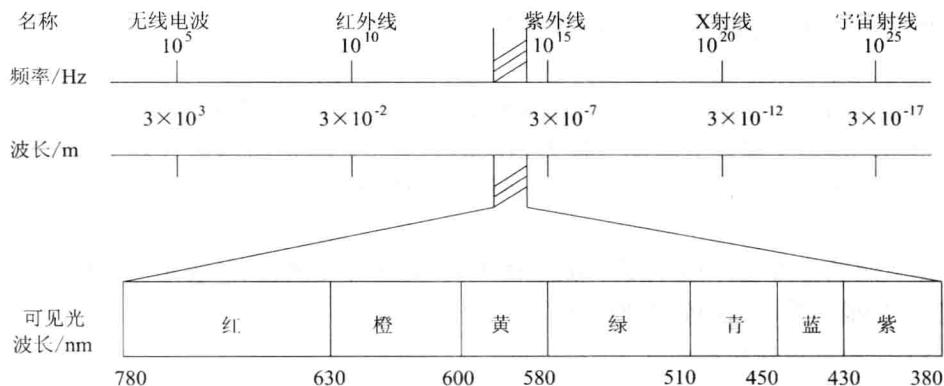

图 1-1 可见光的频谱结构
(1) 可见光:人眼可以看见的光,或某种作用于人眼能够引起人眼的视觉感觉的光。
(2) 电磁波及可见光波频谱:光是一种客观存在的物质,也是一种电磁波。图 1-1 为可见光的频谱结构图。
由图 1-1 可知: